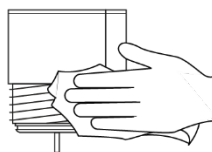

Bild 8: Gewindekopf reinigen
- Nehmen Sie jetzt ein Reinigungstuch und reinigen Sie damit gründlich die mit dem Desinfektionsmittel benetzten Oberflächen des Gewindekopfes (**Bild 8**).